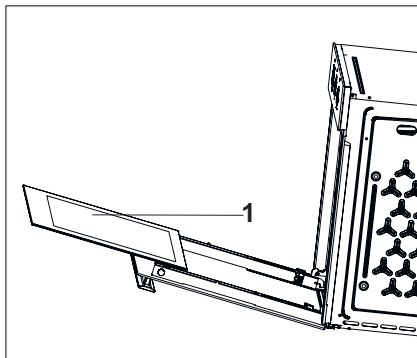

Рис. 29
- Снимите внутреннее стекло прибора, чтобы очистить его (рис. 29).